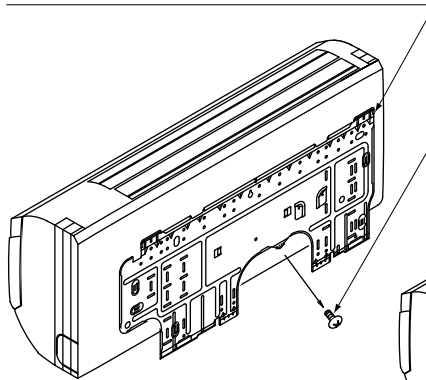
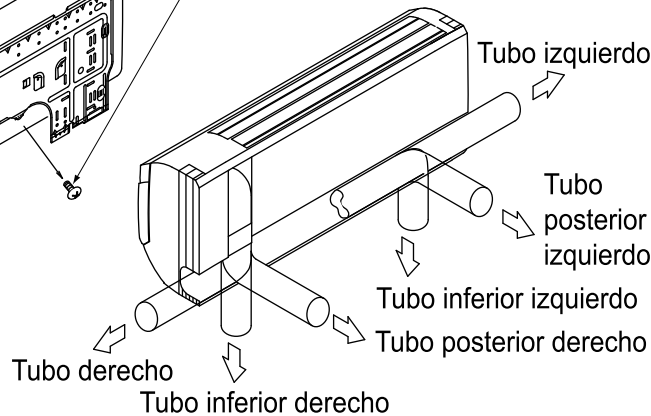

Fig. 3
Fig. 4
- (1) **Retire el panel de instalación (1) de la unidad y, a continuación, móntelo en la pared. (El panel de instalación está acoplado a la unidad interior con los tornillos, pero solo para el tipo 100). (Refiérase a la Fig. 3)**
- (a) Compruebe el lugar en el que ha de encontrarse el orificio para fijar con seguridad el panel de instalación (1).
- (b) Coloque temporalmente el panel de instalación (1) en la posición de seguridad temporal usando el orificio y, además, utilice un nivel para asegurarse de que el panel está nivelado o que la parte de la manguera de desagüe está ligeramente inclinada hacia abajo.
- (c) Fije el panel de instalación (1) a la pared usando los tornillos facilitados para el panel de instalación (2) o los pernos.
- (2) **Abra el orificio por el que pasa la tubería.**
- Es posible pasar los tubos de refrigerante y de desagüe en uno de estos 6 sentidos: izquierda, abajo izquierda, atrás izquierda, derecha, abajo derecha o atrás derecha. **(Refiérase a la Fig. 4)**
- Teniendo en cuenta la marca del orificio en el panel de instalación (1), elija por dónde sacar la tubería y abra un orificio para ello ( $\phi 80$ ) en la pared.